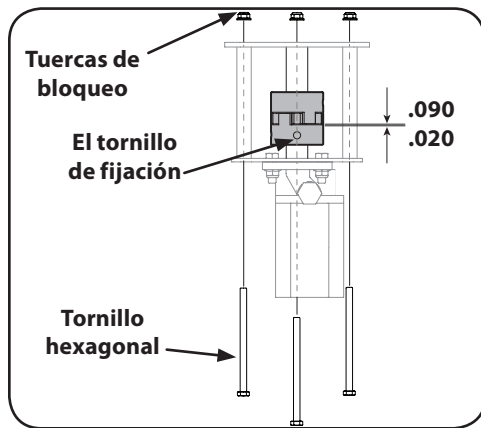

Figura 4-5
2. Retire los tres tuercas de la brida sujeción y los tornillos hexagonales que sujetan la bomba a la pantalla de acoplamiento. Dos tuercas de la brida y tornillos hexagonales se encuentran en las esquinas inferiores y uno está en la parte superior central. Vea la Figura 4-5.